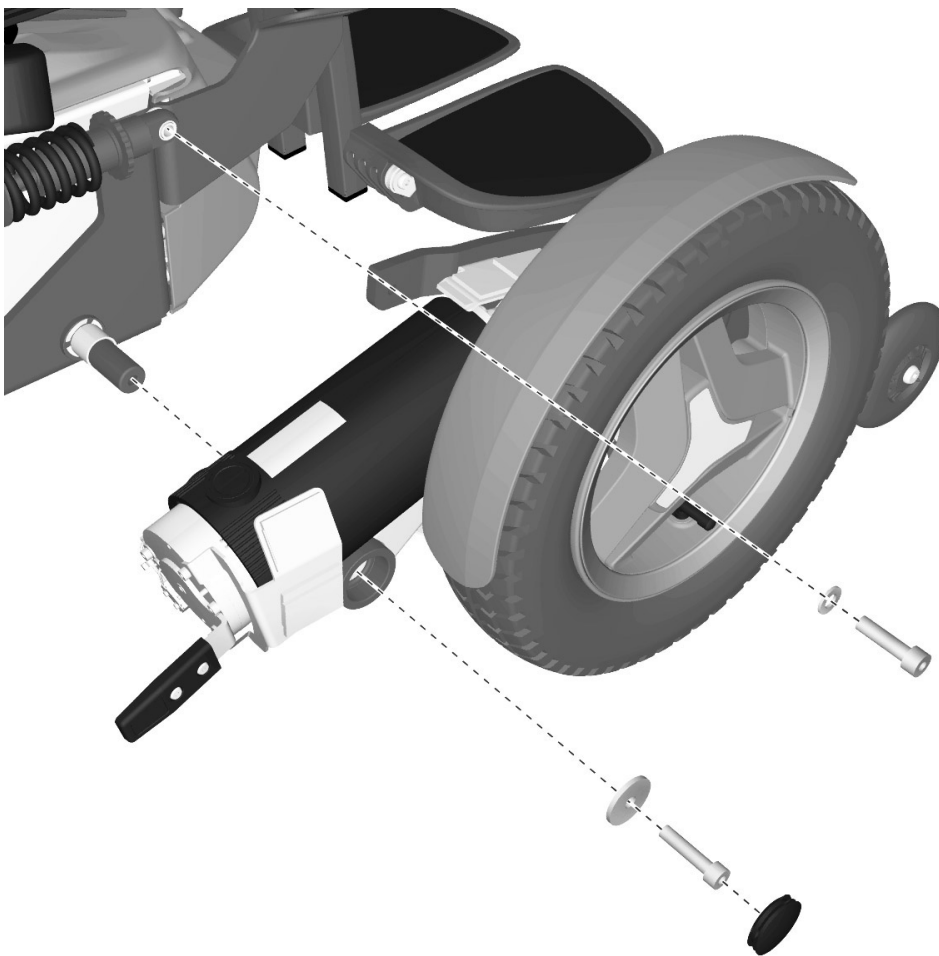

Abbildung 42. Einbau/Demontage des vorderen Tragarms
7. Abdeckung (4) vom Tragarm demontieren (siehe Abbildung). Siehe Abbildung. 42
8. Stoßdämpfer vom Tragarm demontieren. Er ist mit einer Schraube (5) und Unterlegscheibe befestigt. Siehe Abbildung. 42.
9. Tragarm (1) demontieren. Dieser ist mit Schraube (3) und Unterlegscheibe (2) befestigt. Siehe Abbildung. 42.